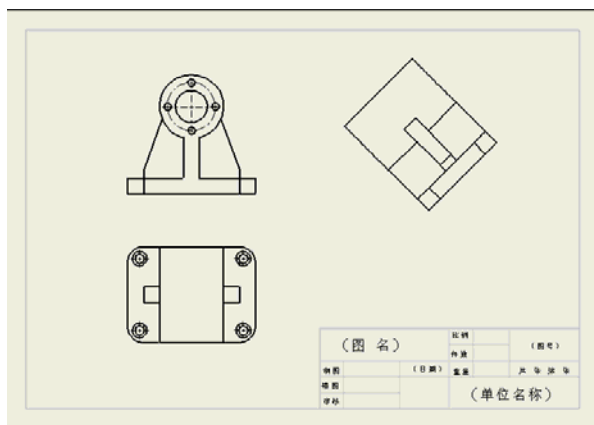
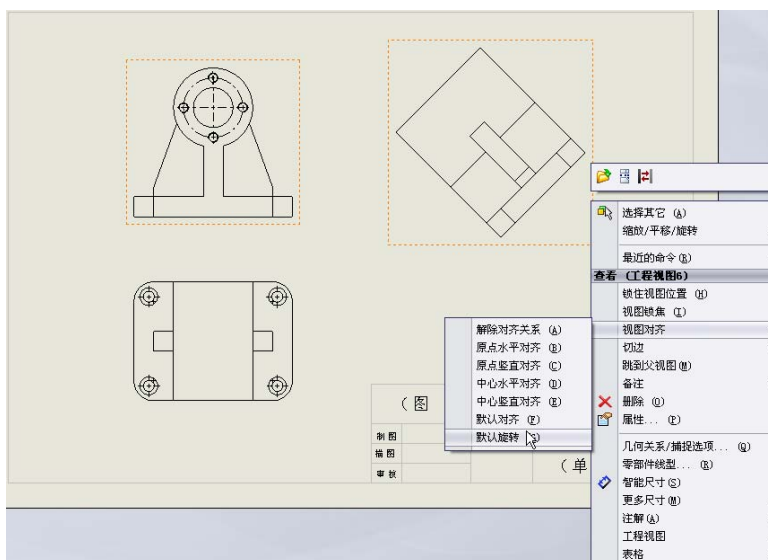
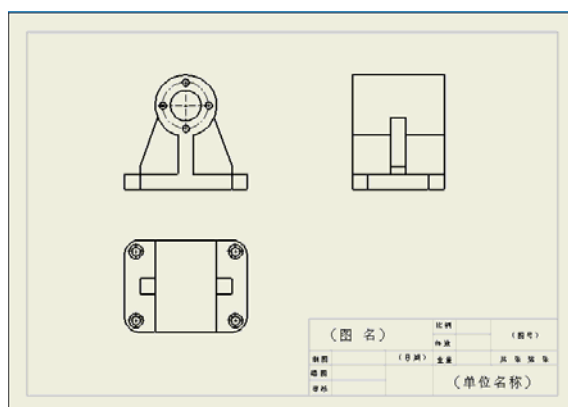

图 14-51 创建的工程图
图 14-52 系统快捷菜单
图 14-53 对齐后的工程图
- ① 创建“基座”零件的工程图文件，如图 14-51 所示。
- ② 选择对齐的视图并执行命令。右键单击图 14-51 中的左视图，此时系统弹出快捷菜单，如图 14-52 所示，选择“视图对齐”选项，然后选择子菜单“默认旋转”选项。结果如图 14-53 所示。